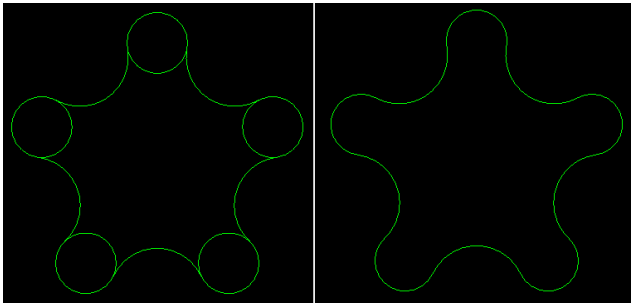

图 1-24 梅花图形
4) 单击上部快捷命令图标，在主菜单区选择“修整方式 N (不修整圆角)”，单击“圆角半径”，在系统提示区输入半径：12，回车，在绘图区依次选择邻近的两个圆，会出现两条相切的圆弧，将十字光标移动到需要保留的一条圆弧附近，单击鼠标左键绘制圆弧，如图 1-24 左边所示。
5) 返回主功能表，单击“修整”、“修剪延伸”、“两个物体”，依次选择要保留的圆弧部分，选择“修剪或者延伸”，最终结果如图 1-24 右边所示。